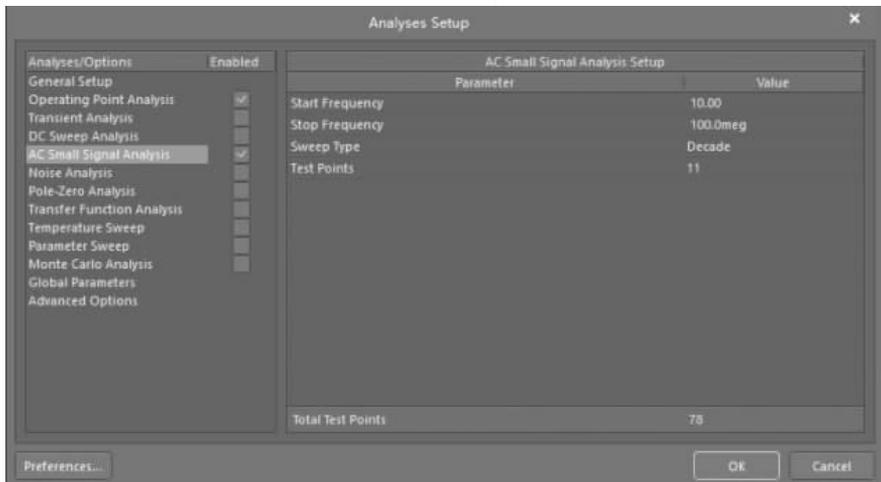

图 3-31 设置交流分析参数
② 选中 AC Small Signal Analysis(AC 小信号分析),出现 AC Small Signal Analysis Setup(AC 小信号分析设置)界面,按图 3-31 界面设置参数。